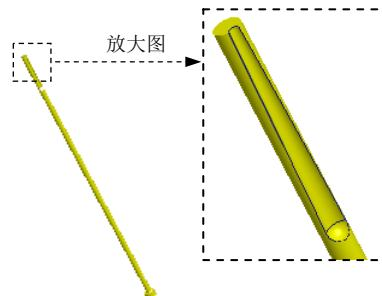

图 31.88 编辑后的顶杆
Step7. 编辑顶杆 2。参考 Step5 编辑与 Step4 中创建的浇口相干涉的顶杆 2，编辑后的顶杆如图 31.88 所示，然后将总装配文件激活。